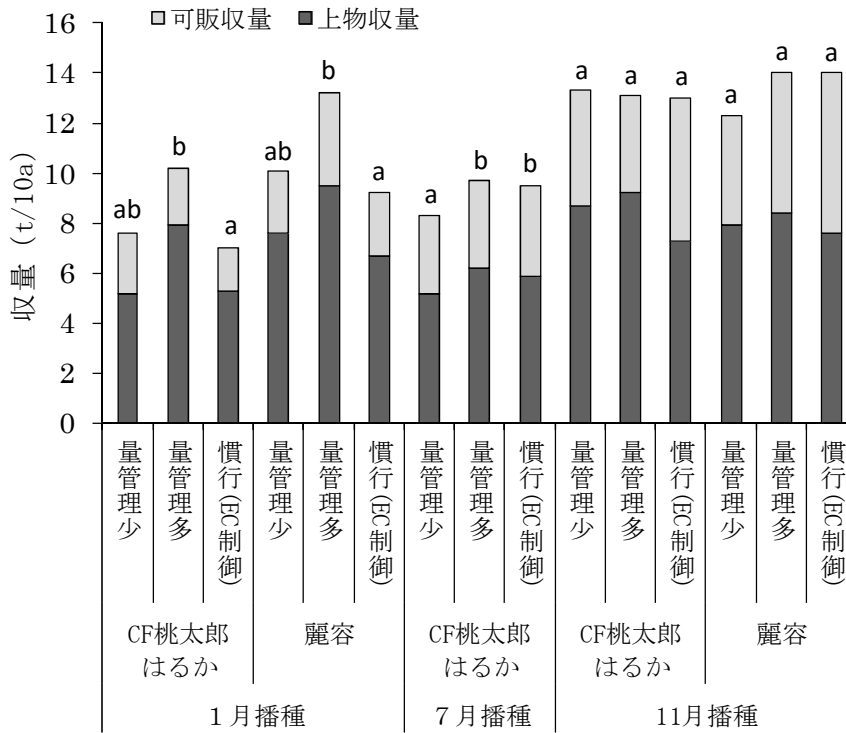

図2 播種月及び品種別可販収量及び上物収量
- 2 1年を通じて可販収量が多く、収量が安定する硝酸態窒素施用量は、第1果房開花まで 30mg/株/日、第1果房着果まで 75mg/株/日、摘心まで 143mg/株/日、栽培終了まで 45～90mg/株/日である（表1、図2）。品種別可販収量は、1月播種では「CF 桃太郎はるか」より「麗容」が多く、11月播種では「CF 桃太郎はるか」と「麗容」に差はない（図2）。